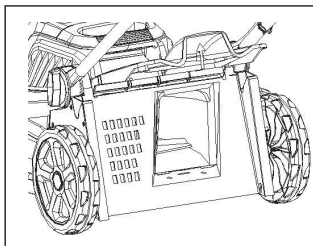

Abb.8A
- Öffnen Sie die hintere Abdeckung (Abb. 8A).